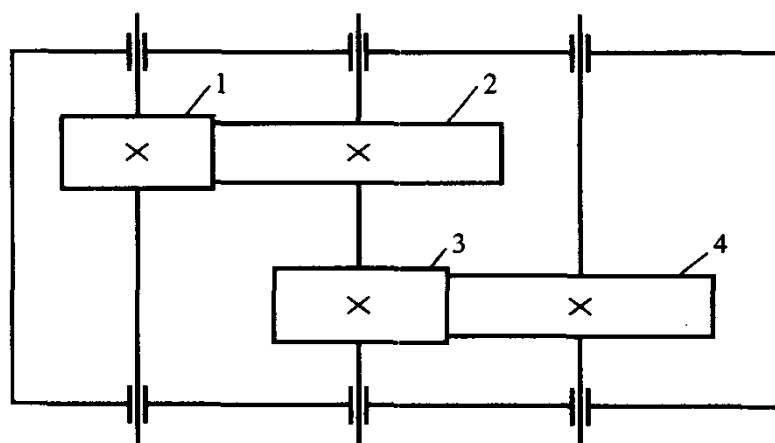

图 1-1 二级斜齿圆柱齿轮减速器
(1) 已知某闭式软齿面、展开式二级斜齿圆柱齿轮减速器的传动比  $i_{12} = 3.5, i_{34} = 2.5$ , 如图 1-1 所示。试分析讨论: